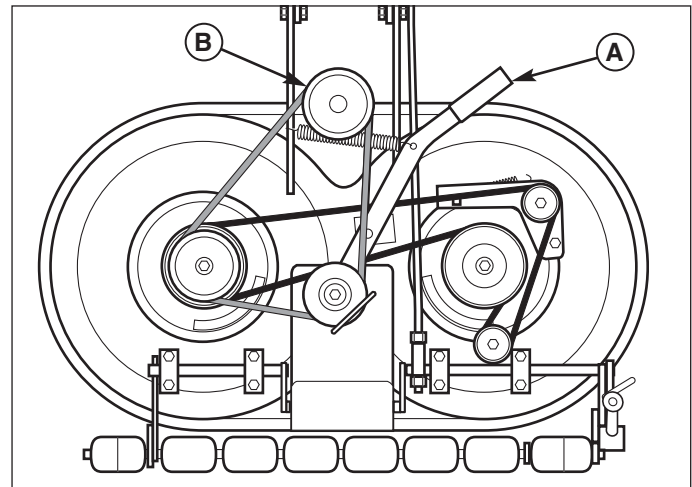

Figura 8. Rimozione & inserimento delle cinghie
5. Rilasciare la tensione della cinghia con il braccio (A, Figura 8).
7. Vedere Figura 8. Muovere il braccio tenditore (A) in modo da allentare la cinghia. Inserire la cinghia sulla puleggia della presa di forza (B).